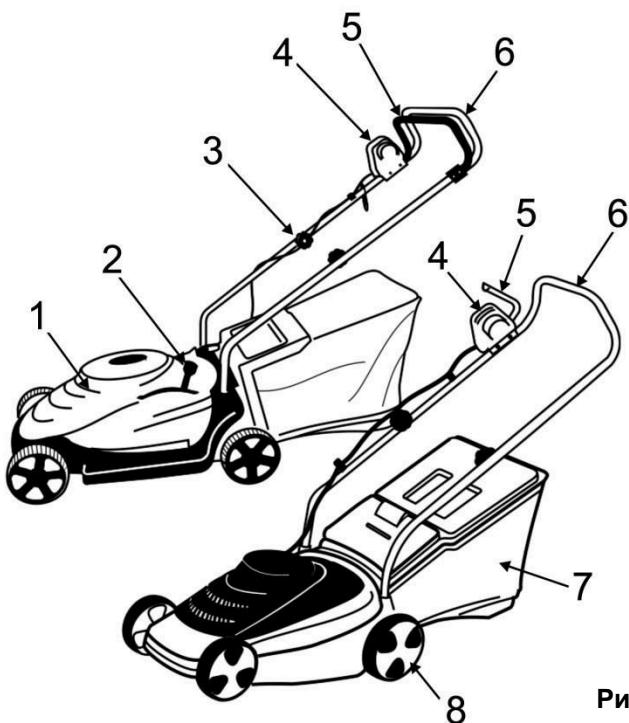

Рис. 1
- Установите верхнюю часть рукоятки управления на нижнюю. Зафиксируйте положение баращковой гайкой (3)(См. Рис.1; 2).
- Для включения газонокосилки: нажмите кнопку блокировки (4)(См. Рис.1;3), и удерживая ее в этом положении, нажмите на пусковой рычаг (5)(См. Рис.1; 3).
- Для выключения газонокосилки: отпустите пусковой рычаг (5)(См. Рис.1; 3) и отсоедините косилку от сети питания.
- Для этого необходимо регулировочный рычаг (2)(См. Рис.1) установить в желаемое положение.